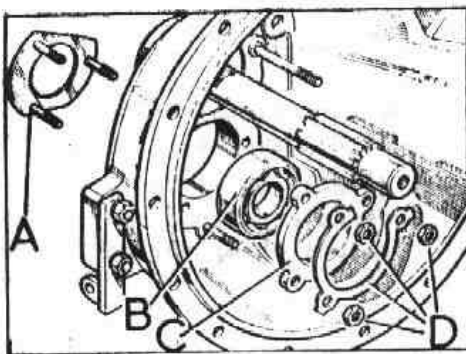

Fig. C-78 Cojinete del intermedio
- 1.1. Extraer la tapa, A (Fig. C-78) y la placa-retén, C, del cojinete, B, del eje intermedio y, a presión, separar el cojinete del cárter de embrague.
- 3.5. Instalar a presión el cojinete, B (Fig. C-78), del eje intermediario en el -cárter de embrague, y fijarlo por medio de sus elementos.